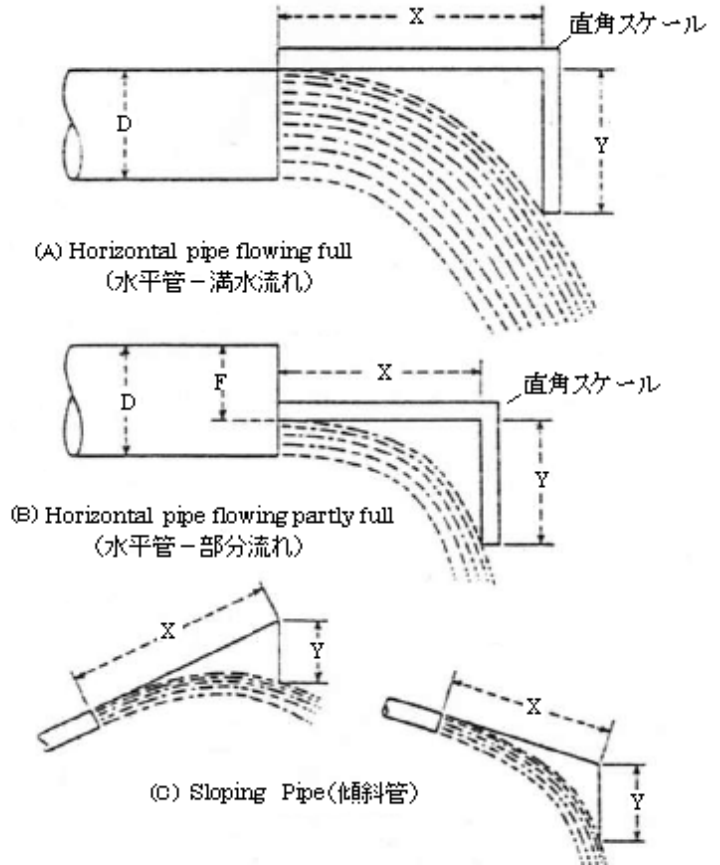

FIG. 4-6—Coordinat Measurement of Discharge from Open-End Pipe.
タイプ② 水平ないし傾斜付き開放管からの満水流れ放出【Fig.4-6(A)(C)参照】
タイプ③ 水平ないし傾斜付き開放管からの部分流れ放出【Fig.4-6(B)参照】
- (2) タイプ①の放出流量の推定は以下の式による。
- (3) タイプ②とタイプ③の放出流量は次式による。
X,Y,Fについては Fig.4-6 参照のこと。水平管の X,Y 寸法は直角スケールで測るイメージ。